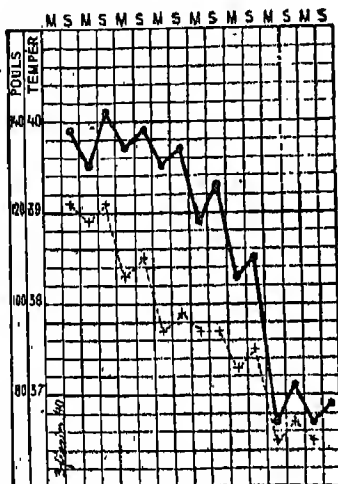
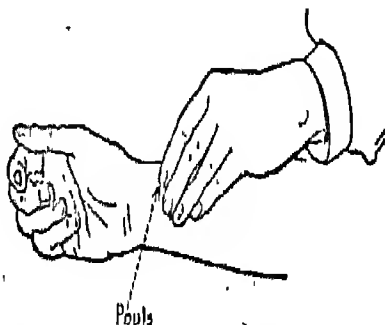

Fig. 5. — Courbe de température d'un malade.
Fig. 6. — On prend le pouls au poignet.
On reporte chaque température sur un papier quadrillé spécial, par un point placé dans la colonne horizontale correspondant à la température et dans la colonne verticale correspondant à la date de l'observation (matin : M ou soir : S). On réunit ensuite par des lignes les points successifs : le tracé obtenu constitue la *courbe de la maladie* (fig. 5).
2. La *fréquence du pouls*, c'est-à-dire le nombre des pulsations qu'on perçoit au poignet pendant une minute (fig. 6), suit assez régulièrement la courbe de température (fig. 5). Prenez votre pouls, matin et soir, en même temps que votre température et comparez les courbes obtenues.